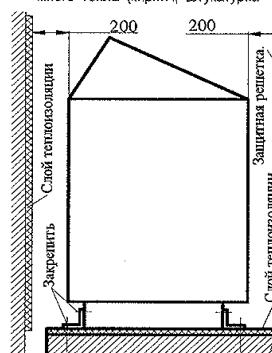

Рис.1 Установка каменки.
6.4. Электрокаменка устанавливается на теплостойкий фундамент рис. 1 и закрепляется с помощью монтажных угольников. Около электрокаменки стены должны иметь огнезащитную панель из листового металла с теплоизоляцией из листового асбеста или минвата. Установку защитной решетки вокруг каменки следует производить на расстоянии согласно п. 6.1.